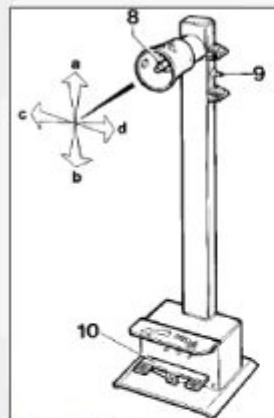

Рисунок 7
Мобильная стойка управления (рис.7) позволяет оператору выбрать рабочее положение, наиболее удобное для каждого из случаев. На этой стойке сконцентрированы все команды, а именно: манипулятор 8 (рис.7) в положении «а» поднимает кронштейн самоцентрирующейся цанги; в положении «б» - его опускает; в положении «с» приближает инструментальную картку и мобильную платформу к самоцентрирующейся цанге; а в положении «д» - отдаляет.
- выключатель 9 (рис.7): при повороте вверх открывает зажимы самоцентрирующейся цанги (блокирует); при повороте вниз закрывает зажимы (разблокирует).
- педаль 10 (рис.7): при нажатии на правую или левую сторону вращает самоцентрирующую зажимную цангу соответственно направлению стрелок.